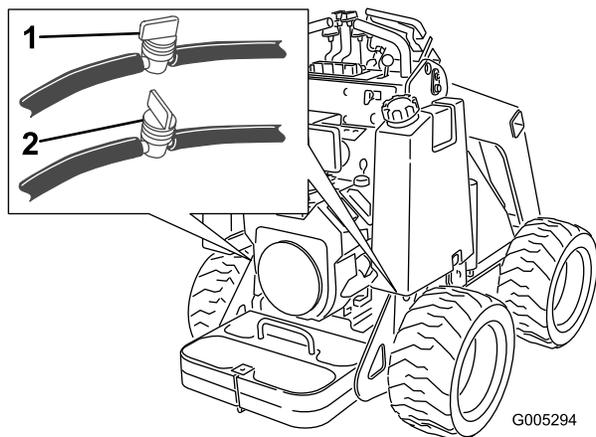

Рисунок 27
2. Закройте топливный клапан на днище каждого топливного бака (Рисунок 27).
3. Закройте топливные клапаны в шлангах около днищ топливных баков (Рисунок 27).
8. Откройте топливные клапаны в шлангах около днищ топливных баков, как показано на Рисунок 27.